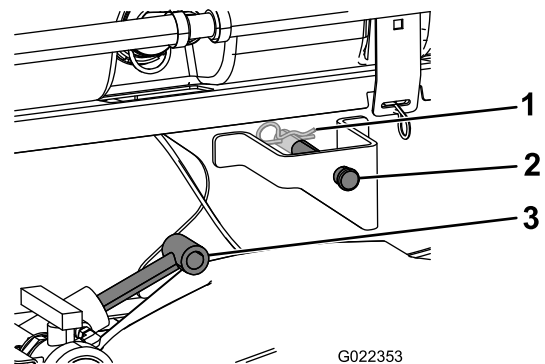

Bild 9
- Fahren Sie die Hubzylinder bis zu den Halterungen am Behältergestell aus und fluchten Sie die Zylinderbefestigungen mit den Löchern in den Halterungen des Behältergestells aus (Bild 9).